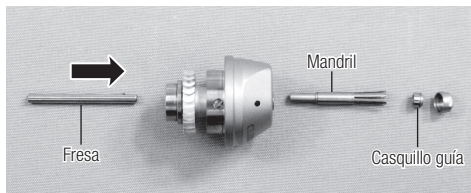

Fig. 19
- 3) Cuando haya aflojado el tornillo, extraiga el mandril con cuidado con la fresa o desde la parte trasera del cartucho, saldrán el casquillo de guía y el mandril. (Fig.19)